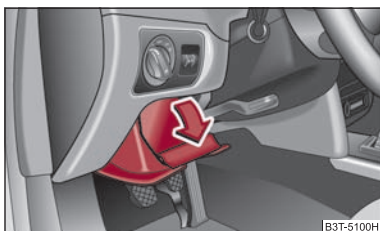

Fig. 105 Tabloul de bord: Compartimentul de depozitare de pe partea șoferului
- Compartimentul se deschide prin ridicarea mânerului și rabatarea în sensul săgeții ⇒ fig. 105.